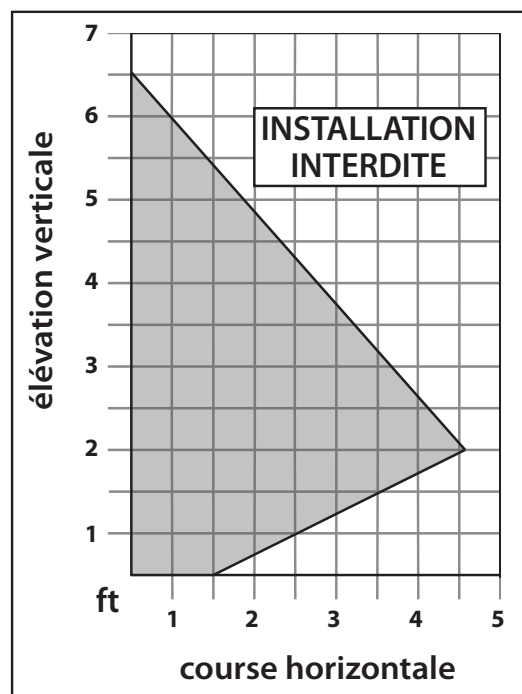

Figure 35: Configurations d'aération possibles pour les terminaisons verticales et horizontales à ventilation arrière.
ÉTAPE 9. Faites glisser le collier anti-tempête sur le tuyau et poussez-le vers le haut du solin du toit, comme illustré à la figure 35. Utilisez le produit d'étanchéité non durcissant autour du joint entre le tuyau et le collier anti-tempête.
Tableau 6 : « H » minimum pour la figure 35.